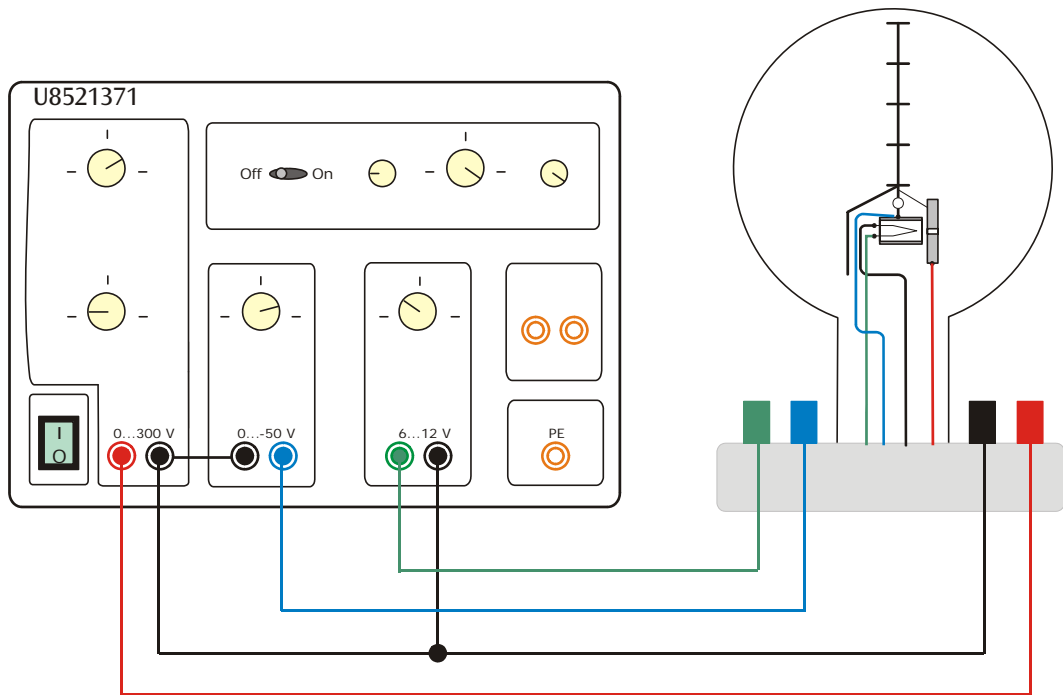

Fig. 1 Raccordement du tube à pinceau étroit au bloc d'alimentation CC 300 V
- Procédez au câblage du tube comme le montre la fig. 1.